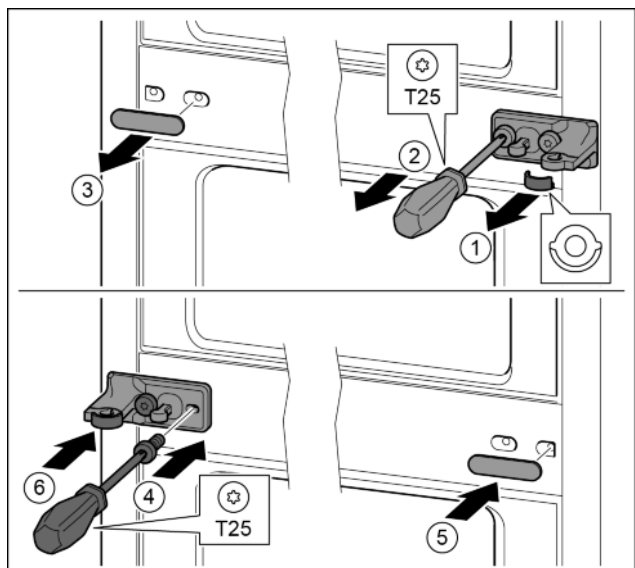

Fig. 13
- ▶ Scheibe abziehen. Fig. 13 (1)
- ▶ Schrauben mit Schraubendreher T25 herausdrehen. *Fig. 13 (2)*
- ▶ Abdeckung vorsichtig abziehen. *Fig. 13 (3)*
- ▶ Lagerbock mit Folie um 180° gedreht auf der anderen Seite fest anschrauben. *Fig. 13 (4)*
- ▶ Abdeckung um 180° gedreht auf der anderen Seite anbringen. *Fig. 13 (5)*
- ▶ Scheibe von vorn aufschieben. *Fig. 13 (6)*